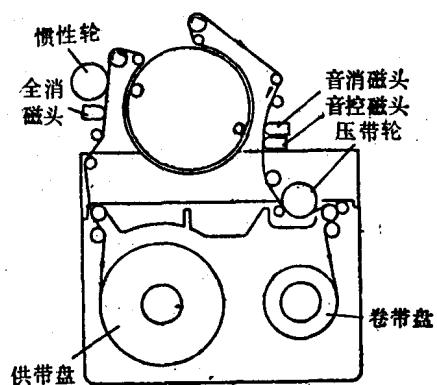

图1-3 M走带方式机
1. VHS型录像机。VHS亦称大1/2英寸录像机。这种机器磁带宽度为1/2英寸，而磁带盒稍大些，因而可储存较长的磁带，最长播放时间达6小时。例如日本松下公司产的NV-370、NV-450等均属此种机。它们是两磁头，M走带方式，如图1-3所示。采用“M”字形磁带加载方式。场不分段，高密度方位记录，磁鼓直径为6.2厘米，转速为25转/秒，线速为4.85米/秒，清晰度为260线。